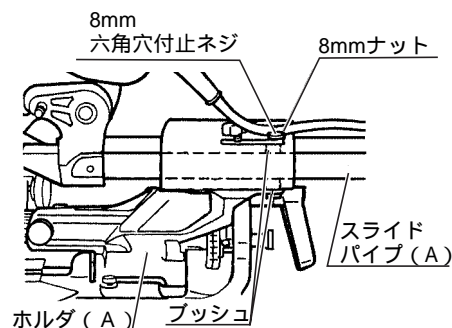

図52
2. スライドパイプ (A) のガタ調整
長時間使用すると、スライドパイプ (A) とホルダ (A) 間にガタがでる場合があります。8mmナットをゆるめ、8mm六角穴付止ネジを締め (2箇所) ガタなく滑らかに動くよう調整してください。(図52)